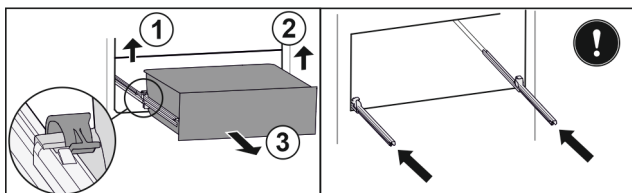

Fig. 174
- ▶ Zvedněte levou svorku a současně vytáhněte zásuvku vlevo dopředu. Fig. 174 (1)
- ▶ Zvedněte pravou svorku a současně vytáhněte zásuvku vpravo dopředu. Fig. 174 (2)
- ▶ Vyjměte zásuvku dopředu. Fig. 174 (3)